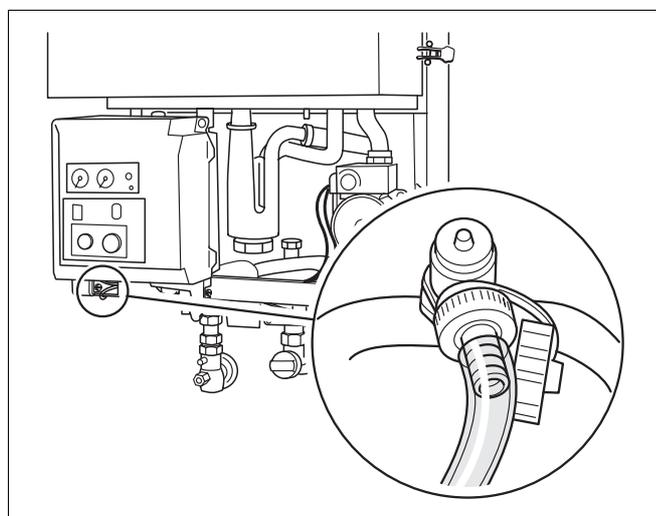

Fig. 11 Riempire l'impianto di riscaldamento
- Collegare il tubo pieno d'acqua al rubinetto d'acqua e di carico e scarico (fig. 11) e aprire il rubinetto con la chiave quadrangolare (in dotazione insieme alla fornitura).